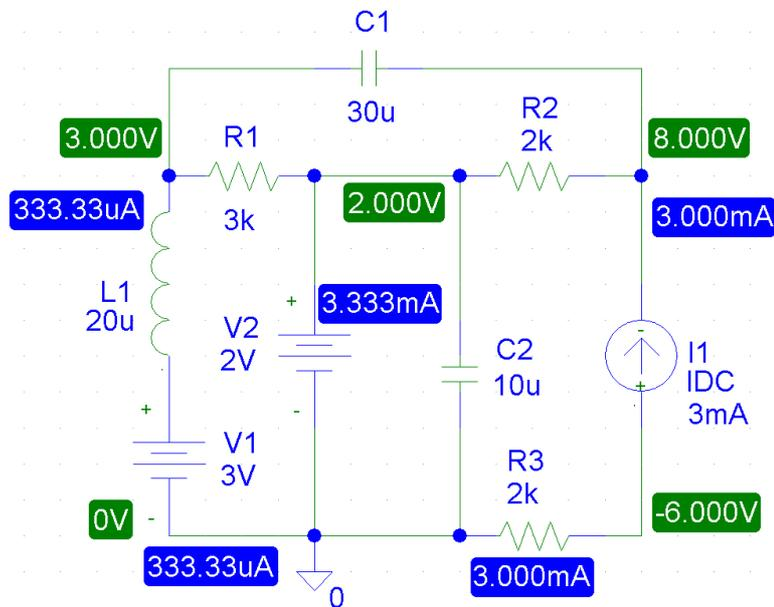

Рисунок 1.4 – Отображение токов и напряжений
1.4.6 Передвинуть с помощью мыши отобразившиеся значения токов и напряжений так, что бы схема имела читаемый вид (**рис. 1.4**). С помощью скриншота (Screenshot) сохранить схему в заготовке отчета.